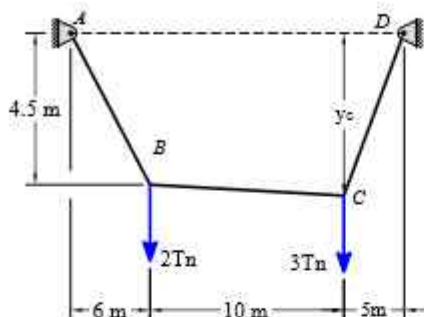

Figura 7.13
7.1 Determine la tensión en cada cable, y la flecha y_c de la figura 7.13